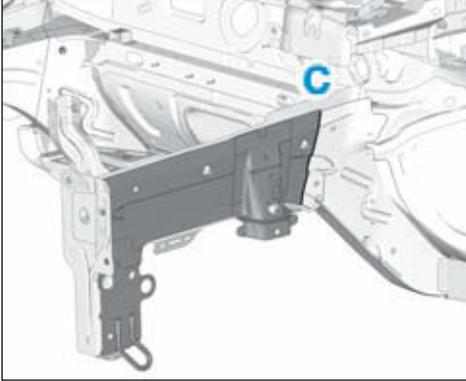

FIG.21
- Respecter la ligne de découpe (C) (Fig.21).